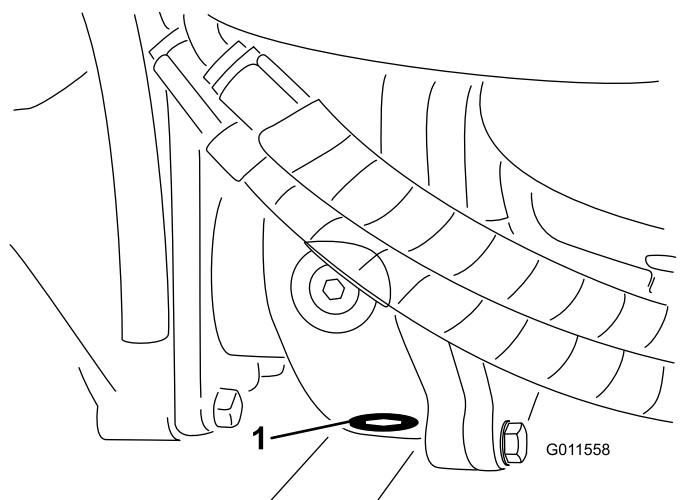

Figura 95
5. Limpie la zona alrededor del tapón de vaciado en la parte inferior de la caja de engranajes (Figura 95).